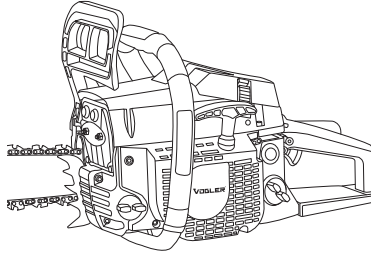

Abb. 5
- Drehen Sie das Gerät auf die Seite, sodass der Kraftstofftank nach oben zeigt (Abb. 5).